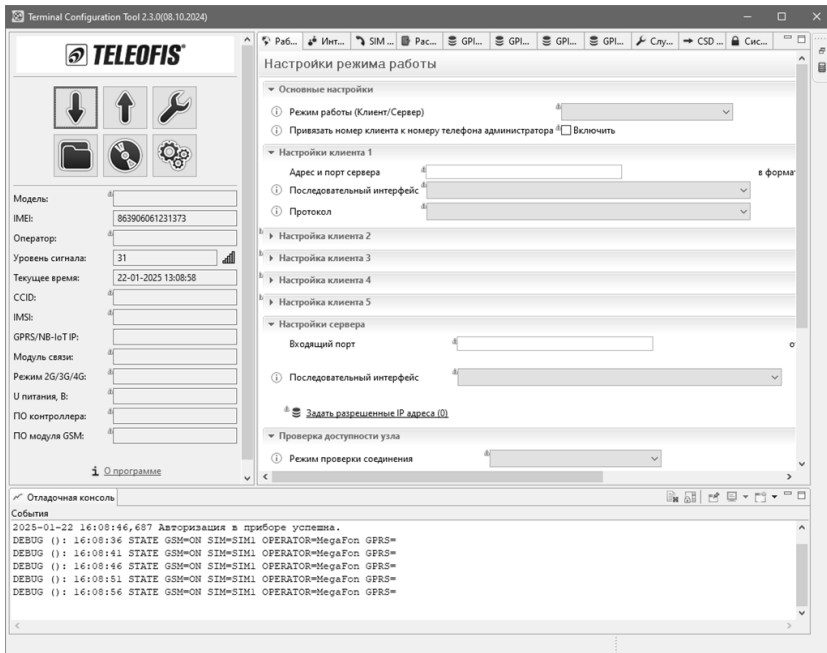

Рисунок 34 – Окно программы «WRX Configuration Tool»
3.5.14.9 Запустить программу «WRX Configuration Tool» (рисунок 34).